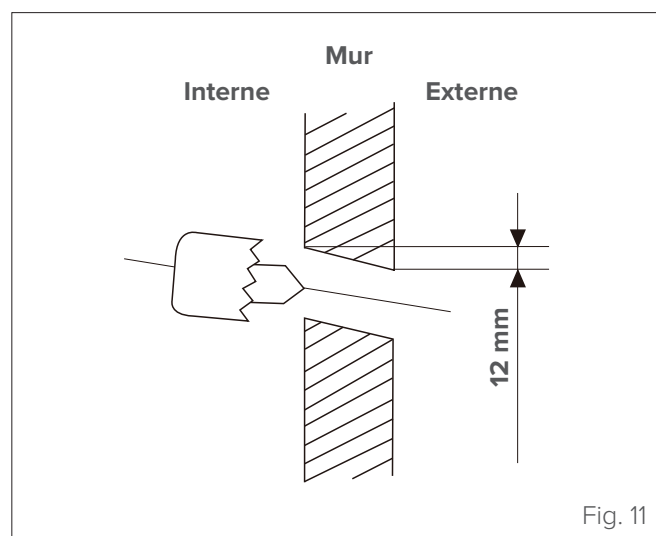

Fig. 11
- 1 Déterminer la position du trou dans le mur en fonction de la position de l'unité externe. Le trou dans le mur doit avoir un diamètre minimum de 65 mm et une légère inclinaison vers le bas pour faciliter le drainage (voir "Fig. 11").